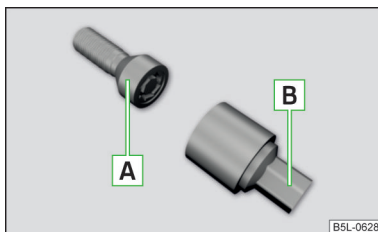

Fig. 151
Șuruburile de roată antifurt protejează roțile față de un furt. Aceste șuruburi pot fi slăbite, respectiv strânse cu ajutorul adaptorului **B** » fig. 151.
- Introduceți adaptorul **B** » fig. 151 cu partea dințată în coroana interioară dințată a șurubului de roată antifurt **A**.